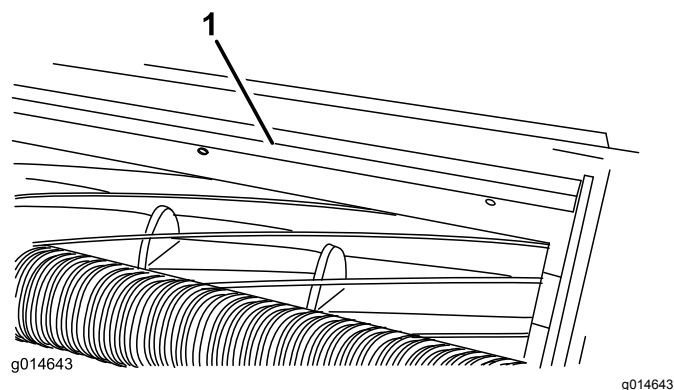

Figure 12
1. Desserrez les vis qui fixent la barre supérieure (Figure 12) au plateau de coupe.